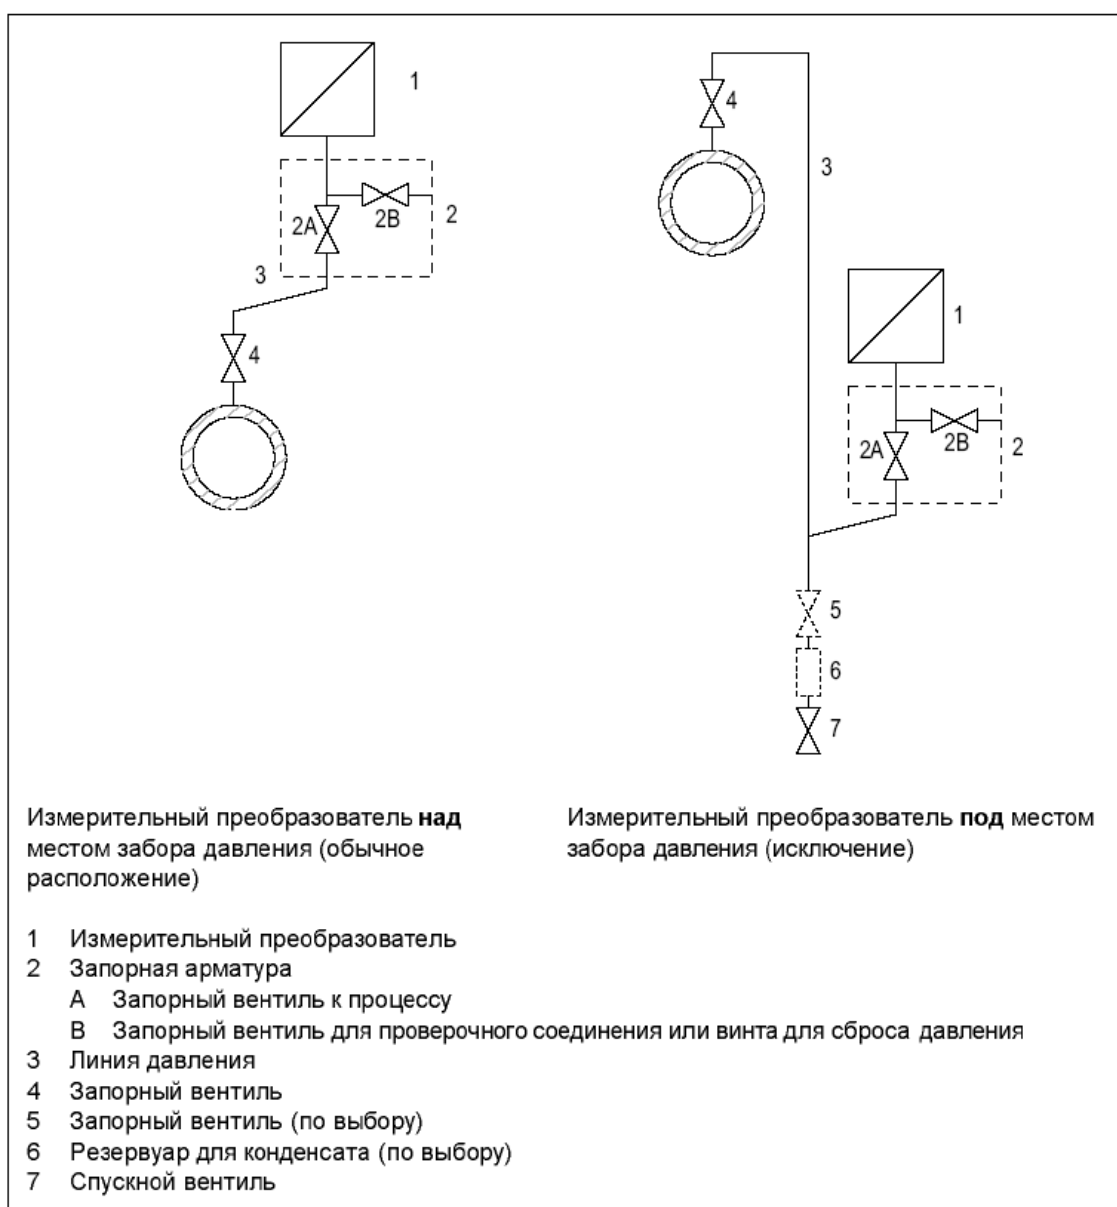

Рис. 39. Измерение газов
Неправильное или некомпетентное обращение с запорными арматурами(рис.39) может привести к тяжким телесным повреждениям или значительным материальным потерям.
1. Открыть запорный вентиль (рис. 39, 2В).
2. Подать давление, соответствующее началу измерения, через проверочное соединение запорной арматуры (2) на измерительный преобразователь.
5. Открыть запорный вентиль (4) на штуцере забора давления.